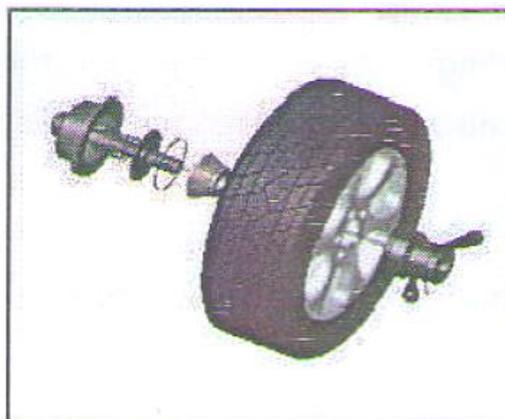

Рис. 6-2
6.2.2.2 Обратное крепление (см. рис. 6-2)